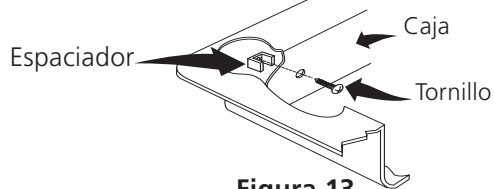

Figura 13
1. Inserte 4 tornillos y espaciadores de instalación a travez da las perforaciones en las paredes vericales de la base rectangular como se muestra en la figura 13.